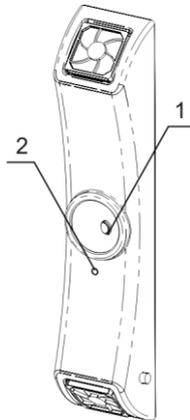

Abb. 4 Allgemeine Ansicht
- 4.2. Schalten Sie den Netzschalter ein (ON), der sich auf der Frontseite des Geräts befindet (Abb. 4/1 Position I).
Benutzen Sie die UV-Lampenbetriebsanzeige in der Mitte des Rezirkulators (Abb. 4/2), um den Betrieb der UV-Lampe im Inneren des Rezirkulators zu überprüfen. Wenn die Anzeige von Innen leuchtet, während der Schalter eingeschaltet ist (ON), dann ist die UV-Lampe funktionsfähig. Wenn sie nicht leuchtet, muss sie ausgetauscht werden.